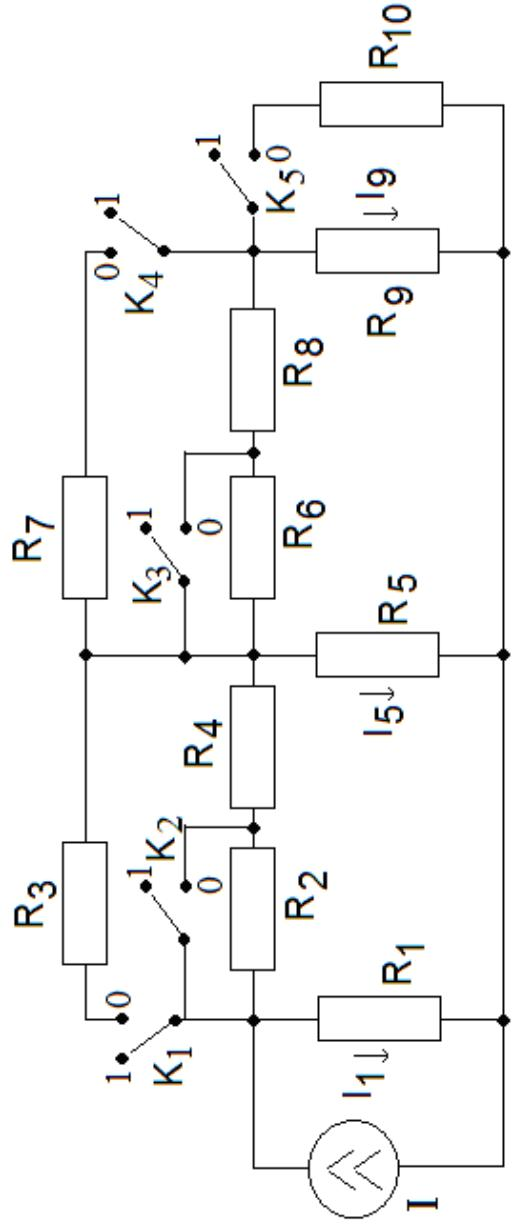

Рис. 1.1
1.5.1. В схеме цепи, показанной на рис. 1.1 установите ключи  $K_5 \div K_1$  в положение, соответствующее **двоичному коду** Вашего **номера N по модулю 32** в списке группы (таблица кодов в приложении 1), кодовая запись имеет вид  $K_5 K_4 K_3 K_2 K_1$ , значения  $K_i = 0$  или  $1$ ,  $i = 1, 2, 3, 4, 5$ . Зарисуйте полученный вариант электрической цепи. Значения сопротивлений элементов цепи в **Омах** определяются выражением
где  $G$  - номер группы,  $N$  - номер студента в списке группы,  $k$  - номер сопротивления в схеме на рис. 1.1. Значение тока  $I$  источника примите равным 1 А.